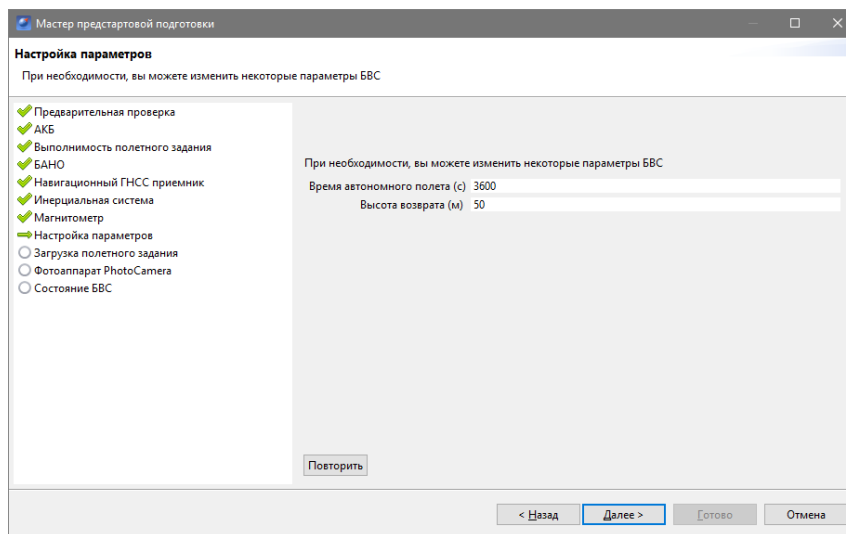

Рис. 107: Настройка параметров
- **Настройка параметров.** На данном этапе происходит настройка времени автономного полета (времени, в течение которого осуществляется полет независимо от наличия связи между НСУ и БВС) и высоты возврата (рис. 107);